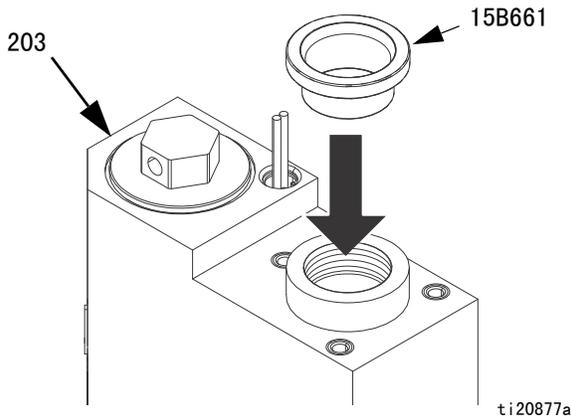

图 28
c. 将活塞阀 (222) 安装在活塞杆 (223) 上。用 24-30 英尺-磅 (33-41 牛·米) 的扭力拧紧。
2. 为保护密封件免受锐角螺纹刮伤, 需将密封件安装工具 15B661 置于喉孔中。参见图 28。
8. 安装固定螺母 (235)。参见图 28。